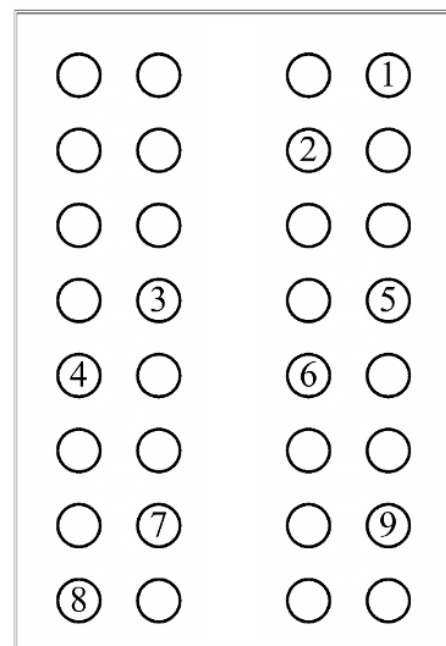

Рис.1.
2. При непосредственном защелкивании замка, первоначально необходимо произвести точечное сцепление (наживление) отдельных выступов при помощи специального приспособления для монтажа тefonда по всей длине отрезанного куска. Наживление выполнять в зигзагообразном порядке, как показано на рис.1.